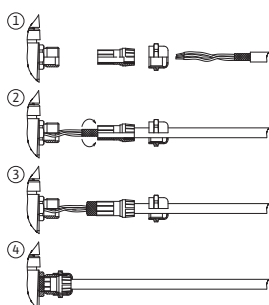

Fig. 25: Ekranējums
Aizsargs tiek pieslēgts pie elektronikas moduļa ar kabeļa izvadi. Skat. Fig. 25.
Digitālo ieeju, analoģo ieeju un kopņu komunikācijas kabeļiem jābūt ekranētiem ar kabeļa izvades metāla kabeļu skrūvsavienojumu (Fig. 19; 4., 5. un 6. poz.). Ekranējums, skat. Fig. 25.
1. Piesardzīgi atveriet fiksācijas āķus (Fig. 25) ar instrumentu (piem., skrūvgriezi).